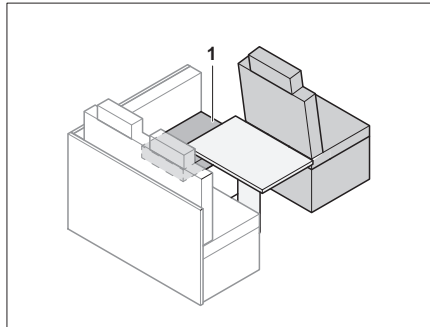

Fig. 156 Avant la transformation
- Mettre le coussin d'assise (Fig. 156,1) sur le côté.